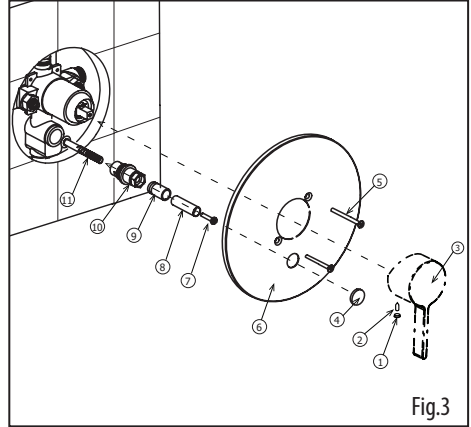

Fig.3
To service the diverter broach (11), unscrew the screw (7). Remove the extension (8) and unscrew the sleeve (9) (Fig.3). Next, unscrew the diverter holder (10), pull out the diverter broach and its spring.
*Pour avoir accès à la broche du déviateur (11), dévisser la vis (7). Enlever l'extension (8) et dévisser le tube (9) (Fig.3). Ensuite, dévisser le manchon du déviateur (10). Retirer la broche du déviateur et son ressort.*
*Introduire une nouvelle broche et re-visser le manchon (10). Remonter les composantes en inversant les étapes ci-dessus.*